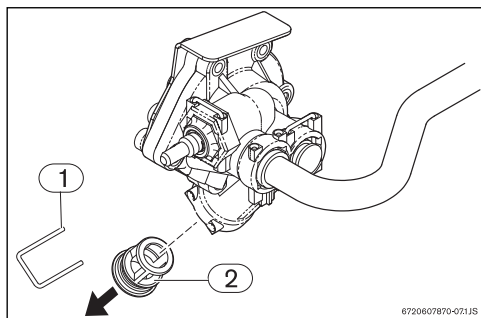

Fig. 25 Emplacement du bouchon de vidange et du filtre
- ▶ Retirez l'agrafe de maintien du manchon fileté (Fig. 25, [pos. 1])
- ▶ Retirez le manchon fileté (Fig. 25, [pos. 2]) de la vanne à eau.
Fermez le robinet d'arrêt d'eau froide posé par l'installateur en amont du chauffe-eau. S'il n'y en a pas, installez-en un avant de continuer. Ouvrez le robinet d'eau chaude le plus proche pour vidanger les canalisations. Mettez un seau sous la vanne à eau afin de récupérer l'eau pouvant s'écouler du chauffe-eau. Retirez l'agrafe de maintien du filtre placée à la base de la vanne à eau (voir la Fig. 25). Retirez le manchon fileté pour accéder au filtre cylindrique qu'il contient. Retirez le filtre, nettoyez-le à l'eau et vérifiez qu'il n'est pas endommagé. Dans le cas contraire, remplacez-le.